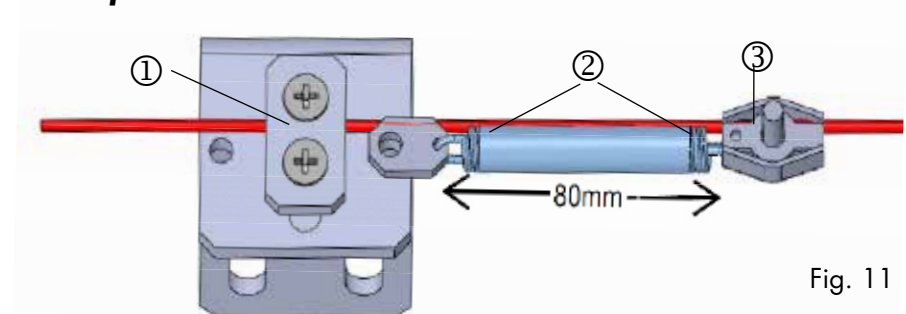

Fig. 11
Fije este soporte de arrastre (fig. 11) más o menos en el centro de la segunda hoja y a una altura que la placa de sujeción ① coincida con el cable a fijar. Desatornille la placa de sujeción y sitúe el cable entre los dos tornillos. Monte de nuevo la placa de sujeción y atorníllela. Tense el resorte ② aproximadamente unos 80 mm. Fije el resorte tensado en el cable de transmisión mediante el amarra cables ③.
8. Controle la tensión del cable. El cable no debe deslizarse a través la polea de cable. Si es necesario tensar el cable de nuevo. Haciendo esto hacer atención a la tensión del muelle tensor (véase fig. 11).